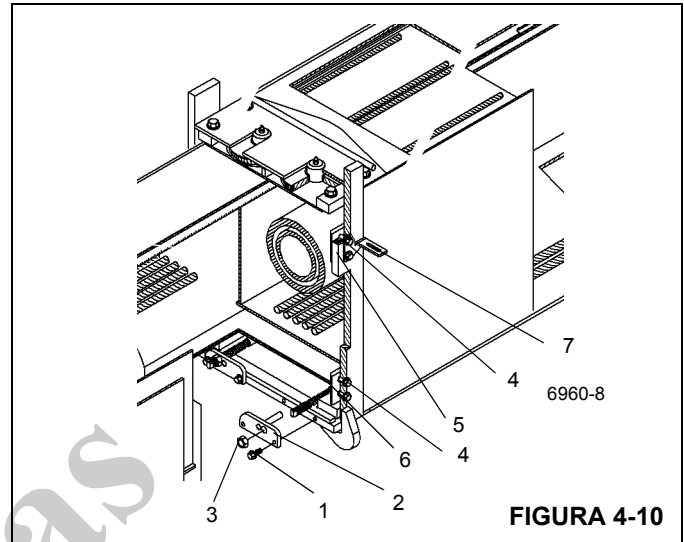

FIGURA 4-10
9. Remova os parafusos e as arruelas (1) que fixam as placas de fixação do cabo de retração da seção volante (2) na parte frontal inferior da seção intermediária interna. Remova as contraporcas e as placas de fixação (3) dos cabos Figura 4-10.
10. Remova os parafusos e as arruelas (4) que fixam cada placa de desgaste lateral superior (5) e inferior (6) na parte frontal da seção intermediária interna Figura 4-10. Remova as placas de desgaste, os calços e a cantoneira de montagem (apenas lado superior esquerdo) (7).